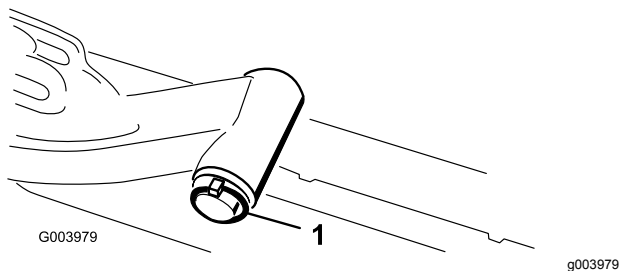

Рисунок 12
A. Снимите шплинт и шайбу, которые крепят ось поворота подъемного рычага к подъемному рычагу, и снимите ось поворота с подъемного рычага (Рисунок 12).
С. Вставьте ось поворота подъемного рычага в подъемный рычаг и зафиксируйте шайбой и шплинтом (Рисунок 12).